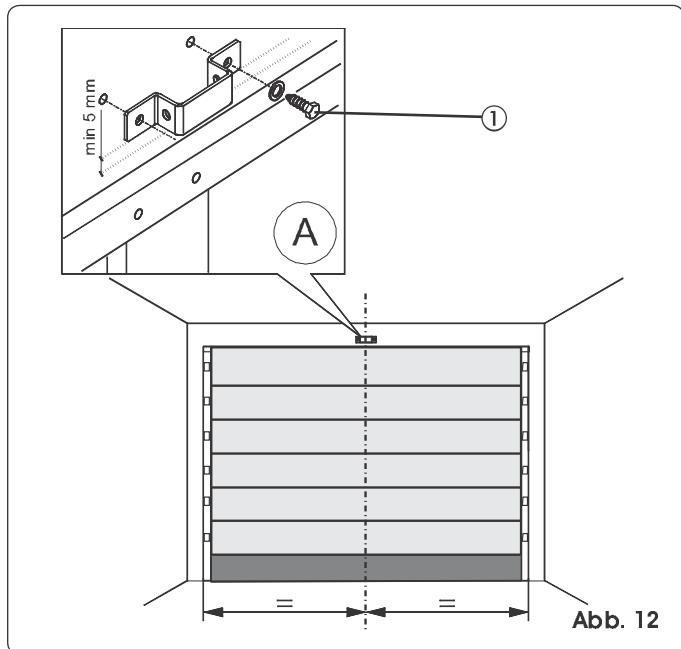

Abb. 12
- 1) Auf dem Sturz eine Linie anzeichnen, die mit der vertikalen Mittellinie des Tors übereinstimmt (Abb. 12).
- 3) Den Fixerbügel der vorderen Befestigung positionieren, wobei die Unterkante mindestens 5 mm über der Stelle, an der sich die Linien überschneiden, liegen und zur vertikalen Linie zentriert sein muss (Abb. 12). Für die korrekte Positionierung des Bügels zum Befestigungspunkt am Tor wird auf den Abschnitt 7.2 verwiesen.
- 5) Bohren und mit den Schrauben montieren (Bez ① Abb. 12 **NICHT** im Lieferumfang enthalten).